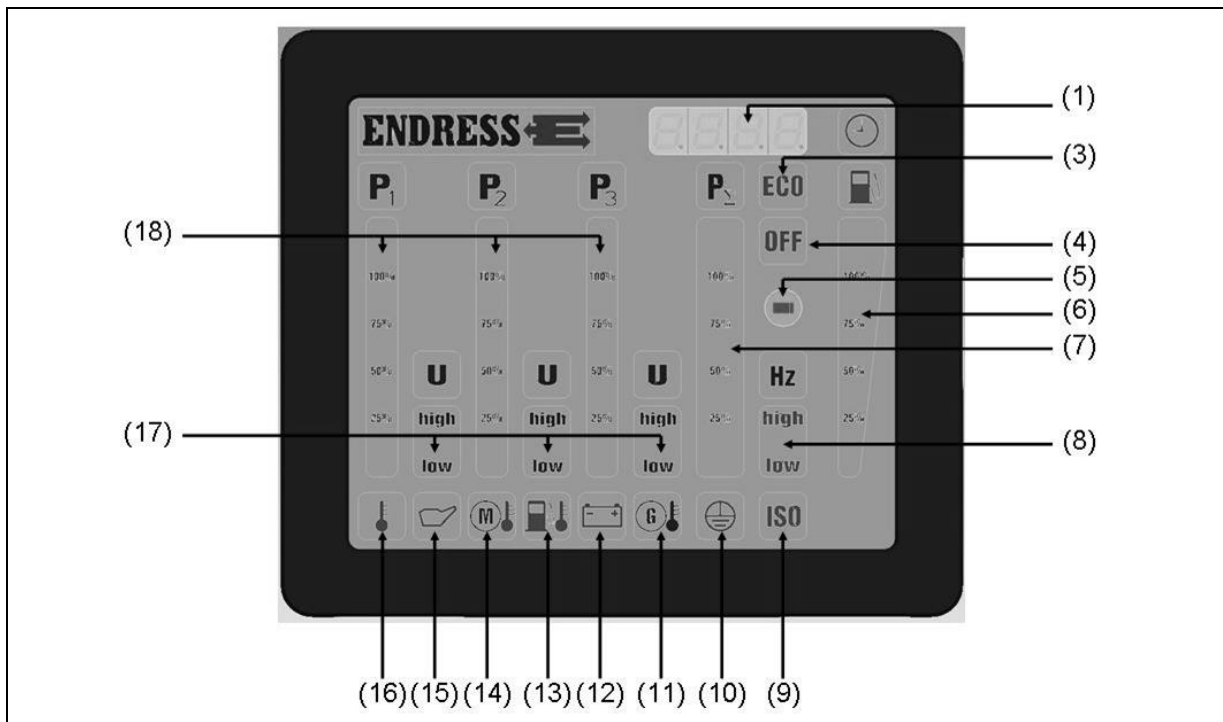

Fig. 4-6: Pantalla multifuncional
Al poner el interruptor START-STOP en la posición "Betrieb" (servicio), se encienden para su control todos los LED durante aprox. 2 segundos. Después se enciende durante 30 seg. aprox. la iluminación normal de servicio. Si durante este tiempo no se pone el motor en marcha, el E-MCS 4.0 pasa al modo de ahorro de energía y la indicación se apaga. Para volver a poner el E-MCS 4.0 en estado operativo, se tiene que poner primero el interruptor START-STOP otra vez en la posición "STOP". La intensidad de la iluminación depende de la iluminación del entorno (Sensor véase Fig. 4-6-(5)).
Horas de servicio: La indicación (véase Fig. 4-6-(1)) está activa con el aparato en marcha o durante 30 segundos si el interruptor START-STOP está en la posición de funcionamiento.
Temperatura ambiente: Si la indicación (véase Fig. 4-6-(16)) se enciende en rojo con el aparato en marcha, significa que la temperatura es excesiva y hay que apagar el aparato.
Presión de aceite: Si el indicador (véase Fig. 4-6-(15)) se ilumina en rojo con el aparato en marcha, la presión de aceite es muy baja y el aparato se apaga automáticamente, o hay un aviso del zumbador, que puede validarse con pulsador de confirmación.
- Temperatura del motor:** Si la indicación (véase Fig. 4-6-(14)) se enciende en rojo con el aparato en marcha, significa que la temperatura del motor es excesiva y hay que apagar el aparato.
- Temperatura del combustible:** Si la indicación (véase Fig. 4-6-(13)) se enciende en rojo con el aparato en marcha, significa que la temperatura del combustible es excesiva y hay que apagar el aparato.
- Control de carga de la batería:** Si la indicación (véase Fig. 4-6-(12)) se enciende en rojo significa que la función de carga de la dinamo está fuera de servicio.
- Control del aislamiento:** Si el indicador se ilumina (véase Fig. 4-6-(9)) en rojo, o si el zumbador suena, hay un fallo de aislamiento. (Véase el capítulo 5 sobre el control del aislamiento).
- Comprobación del conductor protector:** Si el indicador se ilumina (véase Fig. 4-6-(10)) en verde durante la comprobación del conductor protector (véase el cap. 4.7 sobre la comprobación del conductor protector), entonces los conductores protectores de los aparatos conectados funcionan correctamente. Si la función del conductor protector no está garantizada, la indicación permanece apagada.
Nivel de llenado del depósito de combustible: La indicación (véase Fig. 4-6-(6)) da un valor de referencia del contenido del depósito.
Frecuencia: Si el indicador se ilumina (véase Fig. 4-6-(8)) en verde, la frecuencia se encuentra en el margen correcto (47,5-52,5 Hz).
Fases L1-L2-L3: Para cada fase L1 a L3 (véase Fig. 4-6-(18)) se indica lo siguiente:
Tensión (U) (véase Fig. 4-6-(17)):
Carga (P) (véase Fig. 4-6-(18)):
- Indicaciones de carga relativa:** Carga (P_{Σ}) (véase Fig. 4-6-(7))
- Interruptor de parada de emergencia:** Si se ilumina en rojo el símbolo "OFF" (véase Fig. 4-6-(4)) y el zumbador suena, se ha pulsado el botón de parada de emergencia. El zumbador puede validarse con el pulsador de confirmación.